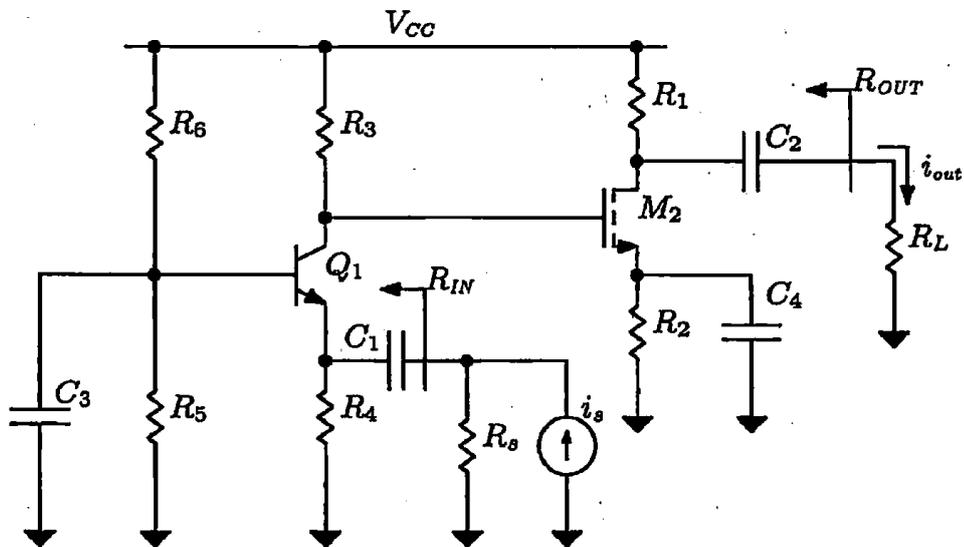

Fig. 1
Dato l'amplificatore a doppio stadio riportato in Fig. 1, supponendo che funzioni a  $T = 300$  K, determinare:
- 3) la resistenza di ingresso in banda passante  $R_{IN}$  e la resistenza di uscita in banda passante  $R_{OUT}$ , come definite in Fig. 1;